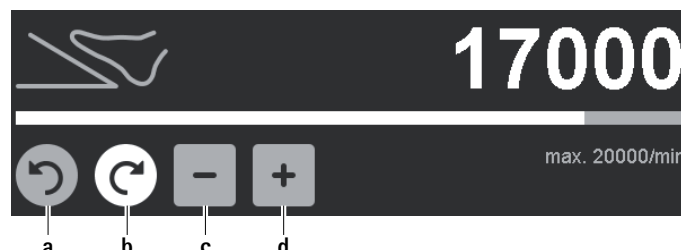

Рис. 6 Изменение верхней границы диапазона числа оборотов/направления вращения
- Изменение направления вращения: Нажать неактивную, серую кнопку направления вращения Право-/левостороннее вращение **a/b**, см. Рис. 6. Направление вращения изменяется с право- на левостороннее и наоборот.